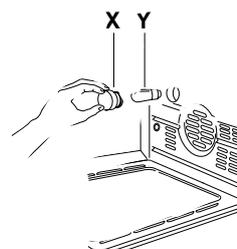

fig. 15
- desenrosque a cobertura protetora de vidro (X), girando-a em sentido anti-horário e substitua a lâmpada (Y) com uma nova do mesmo tipo (veja a Fig. 15). Reponha a cobertura protetora de vidro (X).